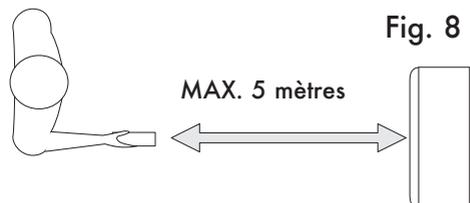

Fig. 8
Pour une bonne communication, dirigez la télécommande vers le récepteur de l'appareil (fig. 8).
Dirigez la télécommande vers le récepteur (fig. 8) et appuyez sur la touche () (1) pour allumer ou éteindre l'appareil.